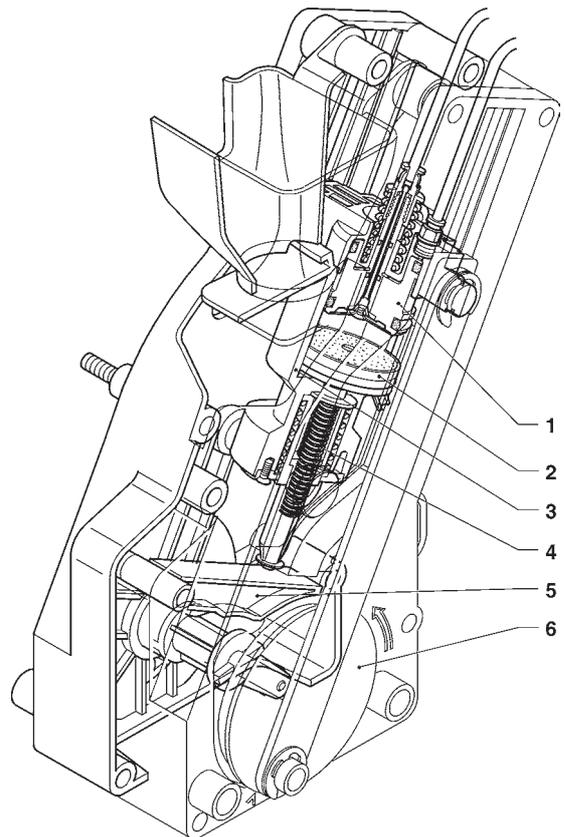

Fig. 16
L'achèvement de la rotation du motoréducteur produit le soulèvement des pistons et de la pastille par l'intermédiaire du levier oscillant (5) (voir fig. 16).